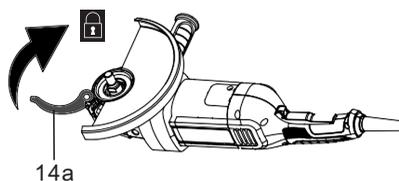

**Fig. 6**
2. Alinhe as saliências no anel com os entalhes no colar do fuso e depois rode a proteção (Figs. 6, 7).